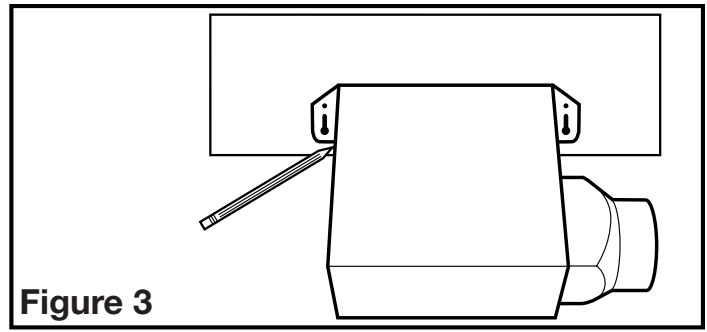

Figure 3
- 1b. **Construction existante :** Positionner le cabinet contre la solive ou le montant et tracer le contour du cabinet sur le matériau du mur / plafond (Figure 3). Mettre le cabinet de côté et découper l'ouverture, en prenant bien soin de ne pas couper ou endommager d'utilité électrique ou dissimulée. Placer le cabinet près de la solive ou du montant et vous assurer qu'il soit à affleurement avec le plafond fini ou avec le mur. Fixer avec quatre clous (non-fournis) pour assurer une installation adéquate (Figure 2).